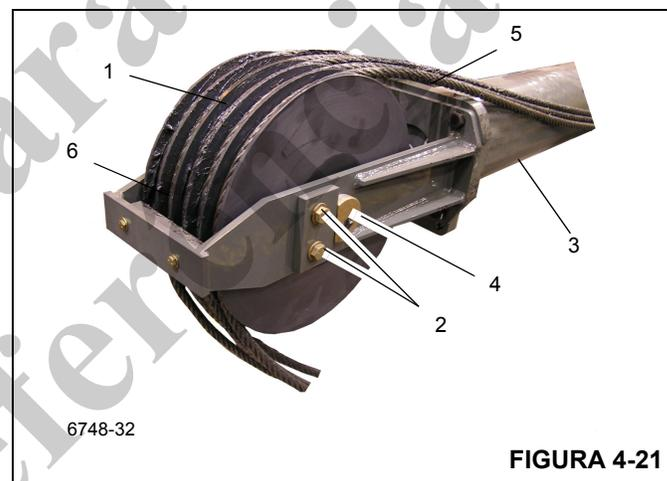

FIGURA 4-21
- b. Instale a graxeira (4) (Figura 4-21) no eixo.
4. Passe os cinco cabos de extensão (5) (Figura 4-21) por cima e em volta do conjunto de polias dos cabos de extensão aproximadamente 1 pé no cilindro. Para auxiliar na montagem, prenda os cabos na extremidade superior do cilindro, passando a fita em volta do cilindro.
5. Posicione o retentor de cabos (6) (Figura 4-21) sobre o eixo da polia e fixe-o no conjunto de montagem de